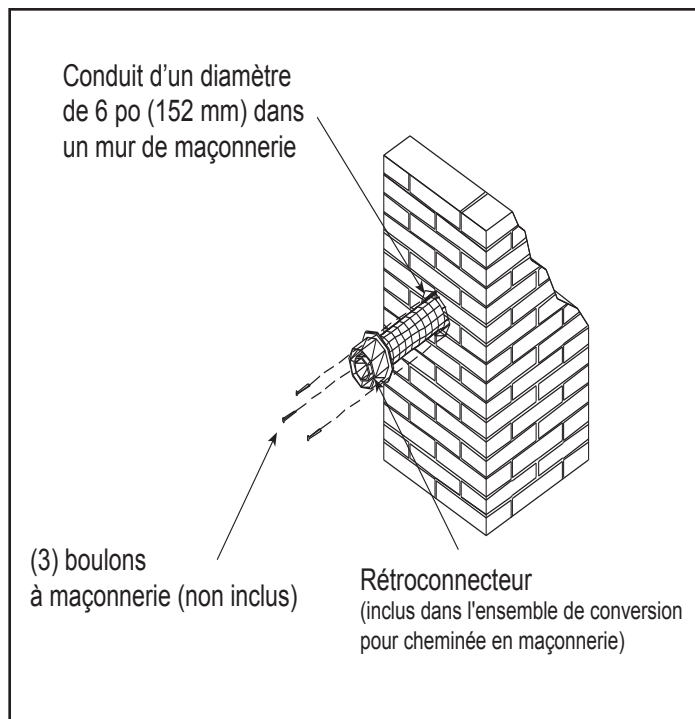

Figure 4.22
9. Fixez la chemise flexible au rétroconnecteur. Utilisez trois vis autotaraudeuses pour attacher le doublage flexible au connecteur. Montez le rétroconnecteur sur le mur en maçonnerie en utilisant les boulons. Voir la Figure 4.22. Augmentez le diamètre des trous du connecteur si nécessaire. Assurez-vous que le connecteur est au centre de l'ouverture et que les trous de montage sont alignés avec ceux du mur de maçonnerie.